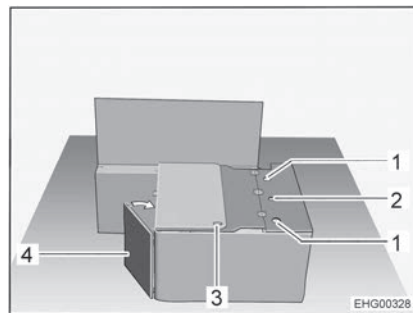

Bild 40 Under ombyggnaden
- Sväng den främre väggen på sittbänken (Bild 40,4) i riktning mot sidoväggen.
- För säkerhetsbältet med bälteåset genom öppningen (Bild 40,3) i sittbänkslocket.
- Sätt i ryggstödet på den hopfällbara stolen i sidofästena (Bild 40,1) och dra åt stjärngreppsskruven på det mittersta fästet (Bild 40,2) handfast.